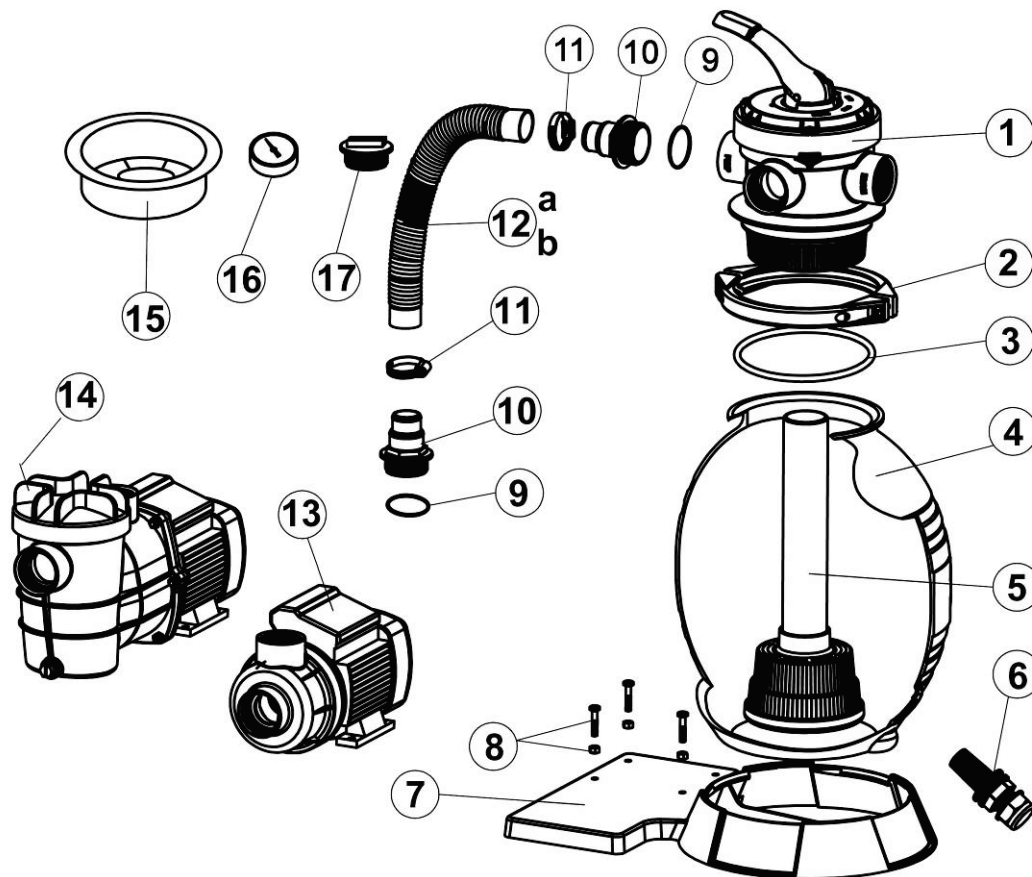

Abb. 9
Die unten stehenden Zahlen beziehen sich auf die Explosionszeichnungen Abb. 9/10/11/12 im Abschnitt 11.
Der Filterkorb (Abb. 9 / Nr. 5) im Sandfilterbehälter und der Vorfilter in der Pumpe (Abb. 12 / Nr. 22) des SPF 250 F und 370 F sollte in regelmäßigen Abständen kontrolliert und gereinigt werden.
1. Entfernen Sie das 4-Wege-Ventil (Abb. 9 / Nr. 1).
3. Heben Sie nach Entfernen des Sandinhaltes den Filterkorb mit Ausströmrohr (Abb. 9 / Nr. 5) heraus.
5. Die Montage erfolgt in umgekehrter Reihenfolge. Überprüfen Sie die Dichtung des 4-Wege-Ventil (Abb. 9 / Nr. 3).
7. Setzen Sie den Filterkorb mit Ausströmrohr (Abb. 9 / Nr. 5) wieder ein.